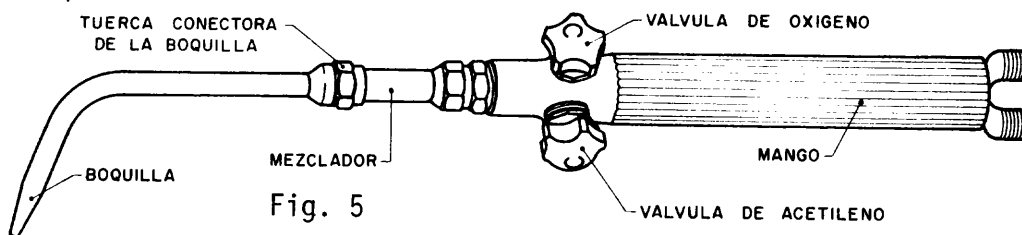

Fig. 5
*Soplete de alta presión:* (fig.5) es aquel soplete para soldar, donde la llama no varía de composición tan fácilmente, pues los gases entran aproximadamente a una misma presión.